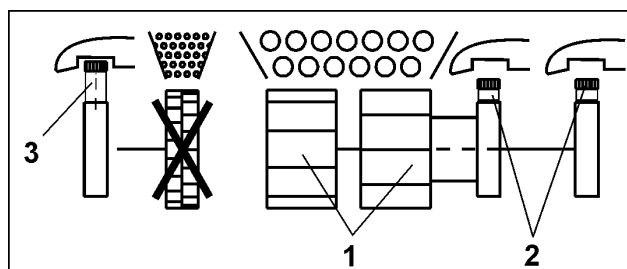

Fig. 62
Para sembrar con ambas ruedas principales de siembra (Fig. 62/1)
- enroscar los tornillos moleteados (Fig. 62/2) de las ruedas principales de siembra
- desenroscar el tornillo moleteado (Fig. 62/3) de la rueda de siembra fina.